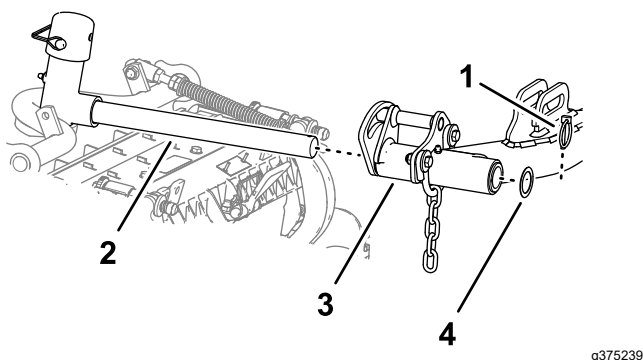

Figura 27
- Glisai o unitate de tăiere sub braul de ridicare (Figura 27).